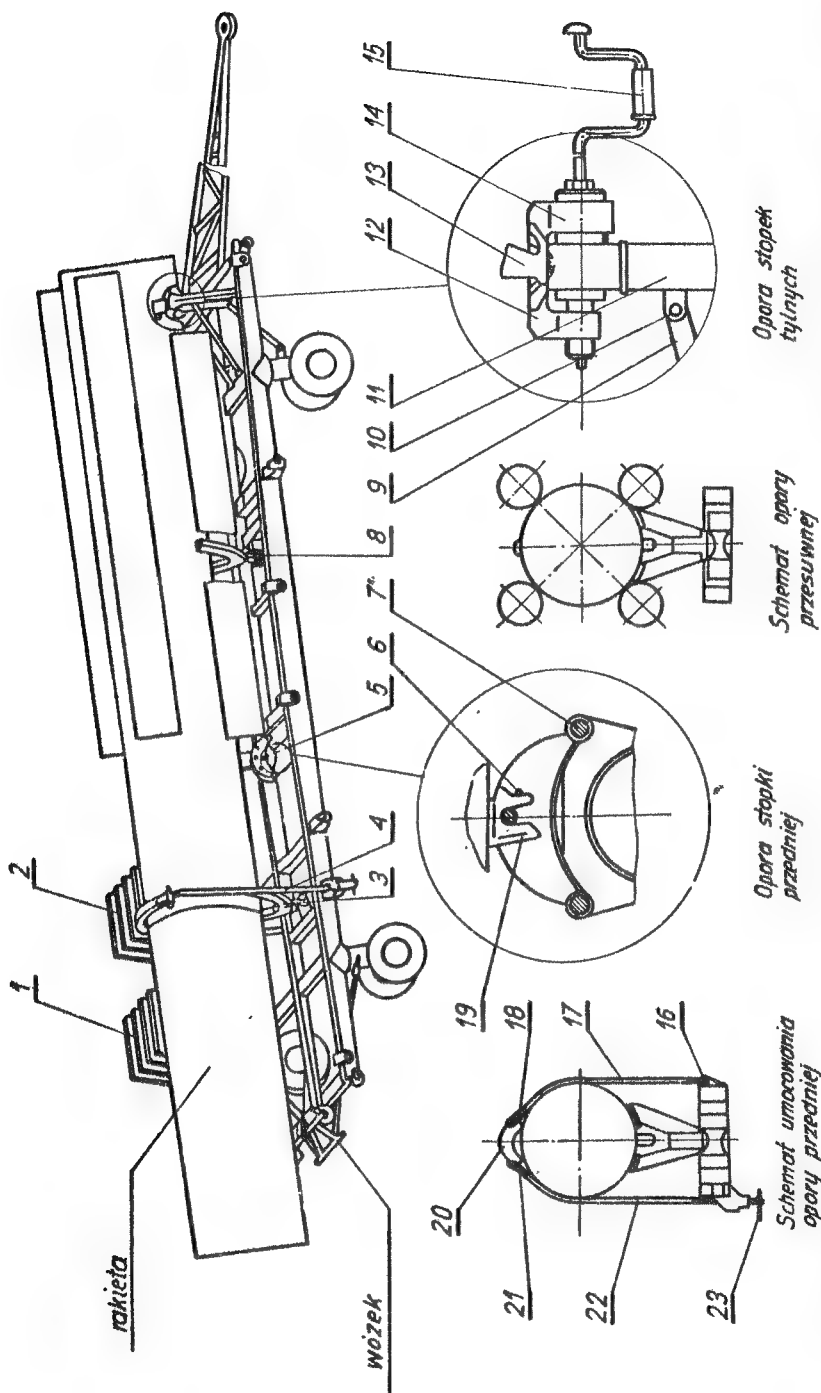

Rys. 97. Przeładunek pojemników:
6. Ustawić za pomocą żurawia samochodowego strop 3 /rys. 97/ nad pojemnikiem nr 1, umocować na pojemniku końce stropu i napiąć wstępnie jego liny
4. Nałożyć na hak żurawia strop 3 /rys. 97/ i ustawić go nad pojemnikiem nr 1	Strop
<p>11. Ustawić przesuwnik 2 /rys. 96/ stropu w położeniu odpowiednim do przeładowania pojemnika nr 2 w zależności od kompletacji rakiety /tabela 1/</p> <p>12. Ustawić za pomocą żurawia samochodowego strop nad pojemnikiem nr 2, umocować końce stropu na pojemniku /rys. 97/ i napiąć wstępnie liny stropu</p> <p>13. Umocować na pojemniku linki odciągowe i podnieść pojemnik /po uprzednim wysunięciu płóz spod zacisków nieruchomych 8 /rys. 114/ na wysokość zapewniającą bezpieczne przeniesienie go</p> <p>14. Przenieść pojemnik i opuścić go płynnie na miejsce wyładowania, utrzymując linkami odciągowymi przed rozkołysaniem.</p> <p>15. Odłączyć od pojemnika strop i linki odciągowe</p> <p>16. Zamknąć ścianę tylną skrzyni ładunkowej naczepy</p> <p>17. Przetawić żuraw samochodowy do położenia marszowego zgodnie ze wskazówkami instrukcji o jego użytkowaniu</p>
<p>zegara zaciski ruchome 7 od powierzchni oporowych płóty pojemnika tak, żeby można było podnieść swobodnie pojemnik</p> <p>4. Nałożyć na hak dźwigu strop 3 /rys. 97/ i ustawić go nad pojemnikiem nr 1</p> <p>5. Umocować końce stropu za uchwyty przeładunkowe pojemnika i napiąć wstępnie liny stropu.</p> <p>6. Umocować na pojemniku linki odciągowe i podnieść pojemnik /po uprzednim wysunięciu płóty spod zacisków nieruchomych 2 /rys. 115/ na wysokość zapewniającą bezpieczne przeniesienie go</p> <p>7. Przenieść pojemnik i opuścić go płynnie na miejsce wyładowania, utrzymując linkami odciągowymi przed rozkołysaniem</p> <p>8. Odłączyć od pojemnika strop i linki odciągowe</p> <p>9. Zamknąć ścianę tylną skrzyni ładunkowej</p> <p>10. Przetawić żuraw samochodowy do położenia marszowego zgodnie ze wskazówkami instrukcji o jego użytkowaniu</p>	<p>Rękojeść</p> <p>Strop</p> <p>Odciągi</p>